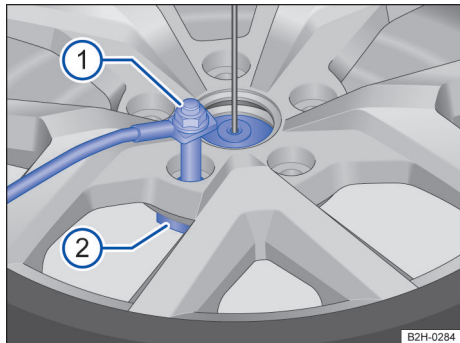

Fig. 190 Roda sobressalente ou roda de emergência: soltar o parafuso de segurança.
Legenda para Fig. 190:
- Girar a chave de segurança com a chave da roda no sentido anti-horário e remover para fora do suporte do aro → Fig. 190.
- Girar e remover o parafuso de segurança para fora do suporte do aro → Fig. 190.
- Girar o parafuso de segurança → Fig. 190 ① no sentido horário no suporte do aro.